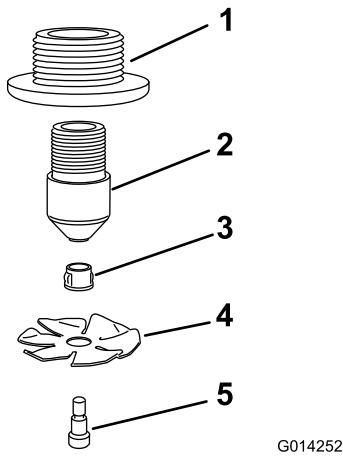

Figura 14
1. Monte las boquillas según se muestra en Figura 14.